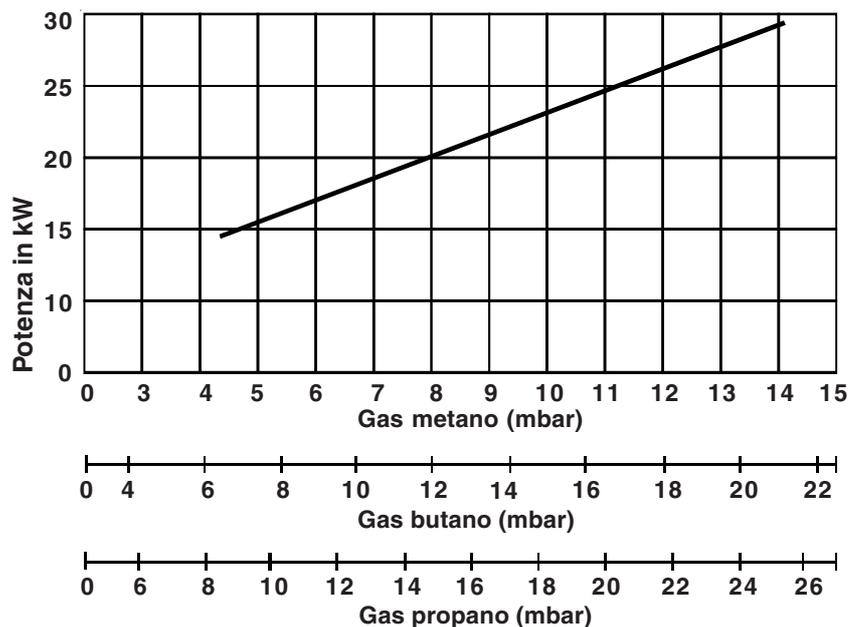

fig. 26
- Verificare il valore di pressione e, tramite il grafico (fig. 26), verificare se la potenza erogata dal generatore è corretta rispetto al fabbisogno dell'installazione;